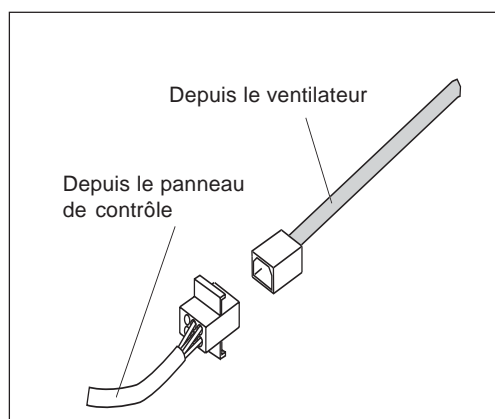

Figure 13
2. Brancher le connecteur à fiche Molex du VTN1030C sur le connecteur à l'intérieur de la hotte comme à la figure 13.